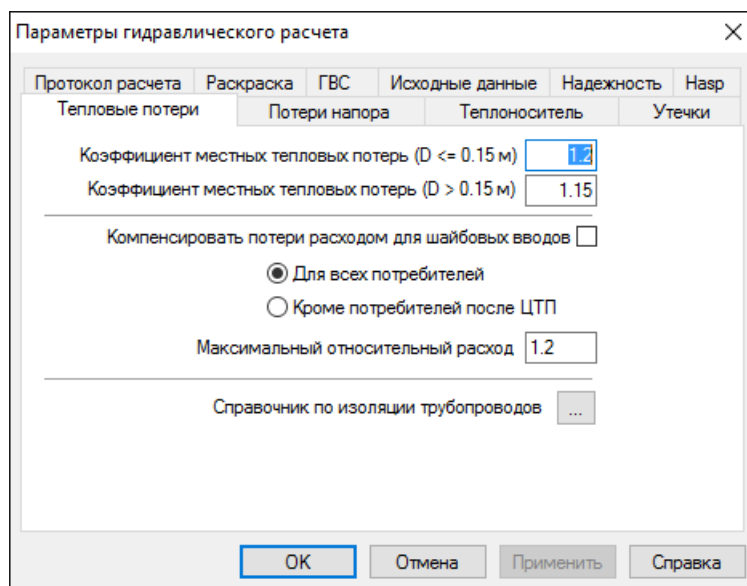

Рисунок 9.2. Окно настроек расчетов
3. Далее нажмите кнопку Настройки, откроется диалог настройки расчетов для выбранного слоя (смотрите Рисунок 9.2, «Окно настроек расчетов»).